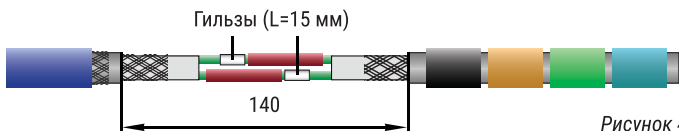

Рисунок 4
5.9. Гильзу (L=15 мм) вставить в изолированные токопроводящие жилы и обжать их с помощью ручного кремпера (рисунок 4). Повторить эту операцию для другой пары изолированных жил.